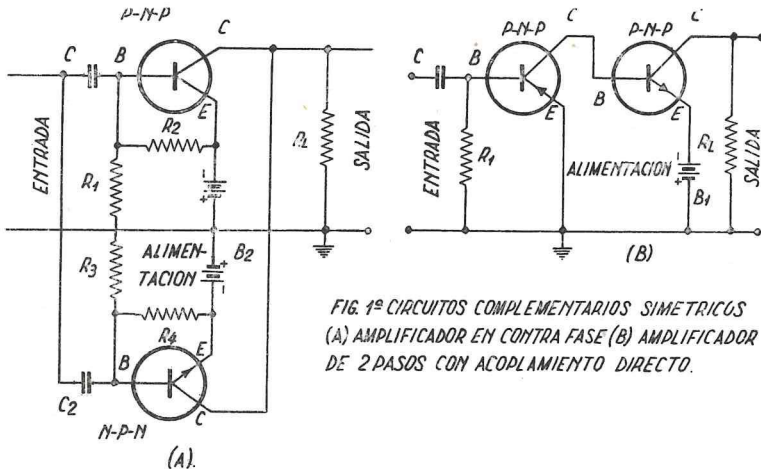

FIG. 1^ª CIRCUITOS COMPLEMENTARIOS SIMÉTRICOS (A) AMPLIFICADOR EN CONTRA FASE (B) AMPLIFICADOR DE 2 PASOS CON ACOPLAMIENTO DIRECTO.
FIG 3ª MODIFICACION DEL CIRCUITO DE LA FIG. 1ª (A) CIRCUITO MONOESTABLE (B) OSCILADOR SINTONIZADO Y (C) GENERADOR DE IMPULSO EN DIENTE DE SIERRA